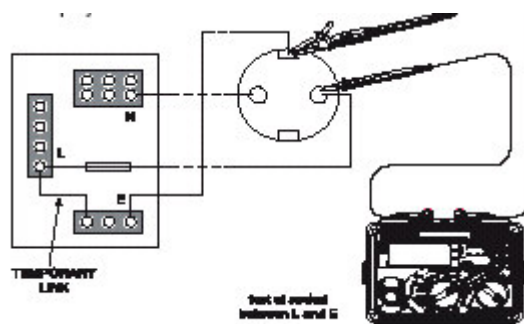

Fig 3
- (5) Connectez les cordons au circuit dont vous allez mesurer la résistance (voir fig. 3 pour la connexion), mais assurez-vous d'abord **que le circuit n'est pas sous tension**. La diode de mise sous tension s'allumera si le circuit est chargé, mais contrôlez tout de même !
- (6) Appuyez sur le bouton de test et notez la valeur de résistance du circuit. La résistance des cordons est déjà déduite.
- (7) Si la résistance du circuit dépasse 20Ω , l'instrument passe automatiquement à la gamme 200Ω ; si la résistance dépasse 200Ω , l'instrument passe à la gamme 2000Ω .